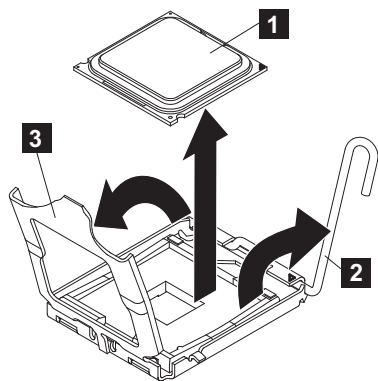

図 259. SAN ポリューム・コントローラー 2145-CG8 または 2145-CF8 のマイクロプロセッサ・ブラケット・フレームを開く
1. マイクロプロセッサを挿入するための準備としてソケットを開くには、マイクロプロセッサを取り外すときに行ったのと同様に、解放レバー（295 ページの図 259 の **2**）を下げ、外向きに押し、完全に開いた位置で停止するまで、マイクロプロセッサ解放レバーを持ち上げます。